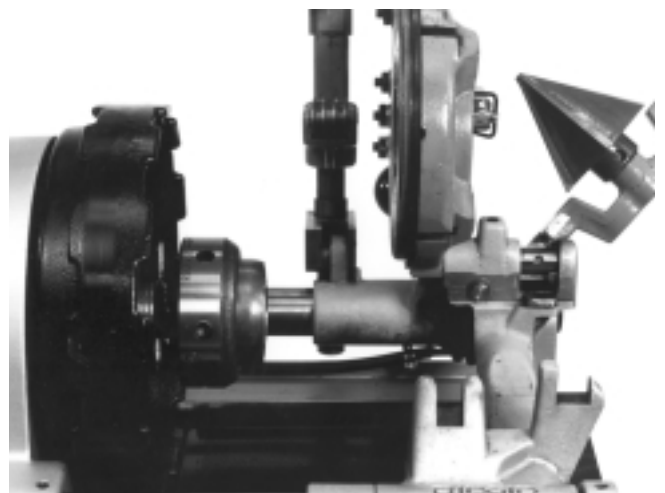

Figure 19 – Mandrin à raccords N° 819 en position
2. Mettez le mandrin à raccords sur le système d'entraînement (Figure 19). Les mordaches du mandrin de la machine doivent s'aligner sur les cannelures du mandrin n° 819.